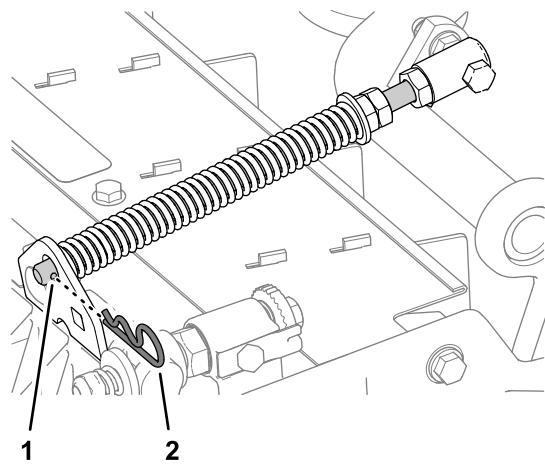

Bild 15
2. Stellen Sie sicher, dass der Splint in das hintere Loch in der Federstange eingesetzt ist (Bild 15).